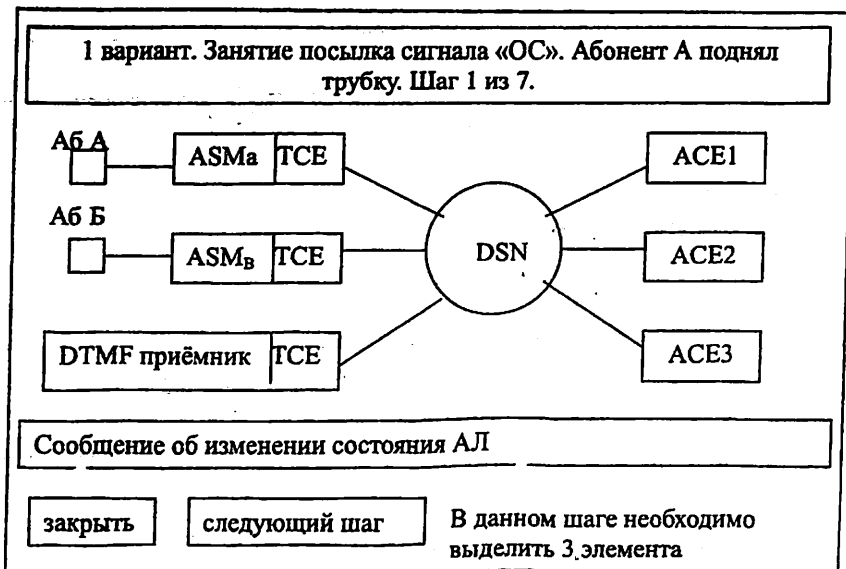

Рис.4.4. Окно программы «Выполнение лабораторной работы»
5. Нажмите кнопку откроется окно выполнения работы (см. рис.4.4). На схеме с помощью мыши выделите необходимые элементы, нажмите кнопку